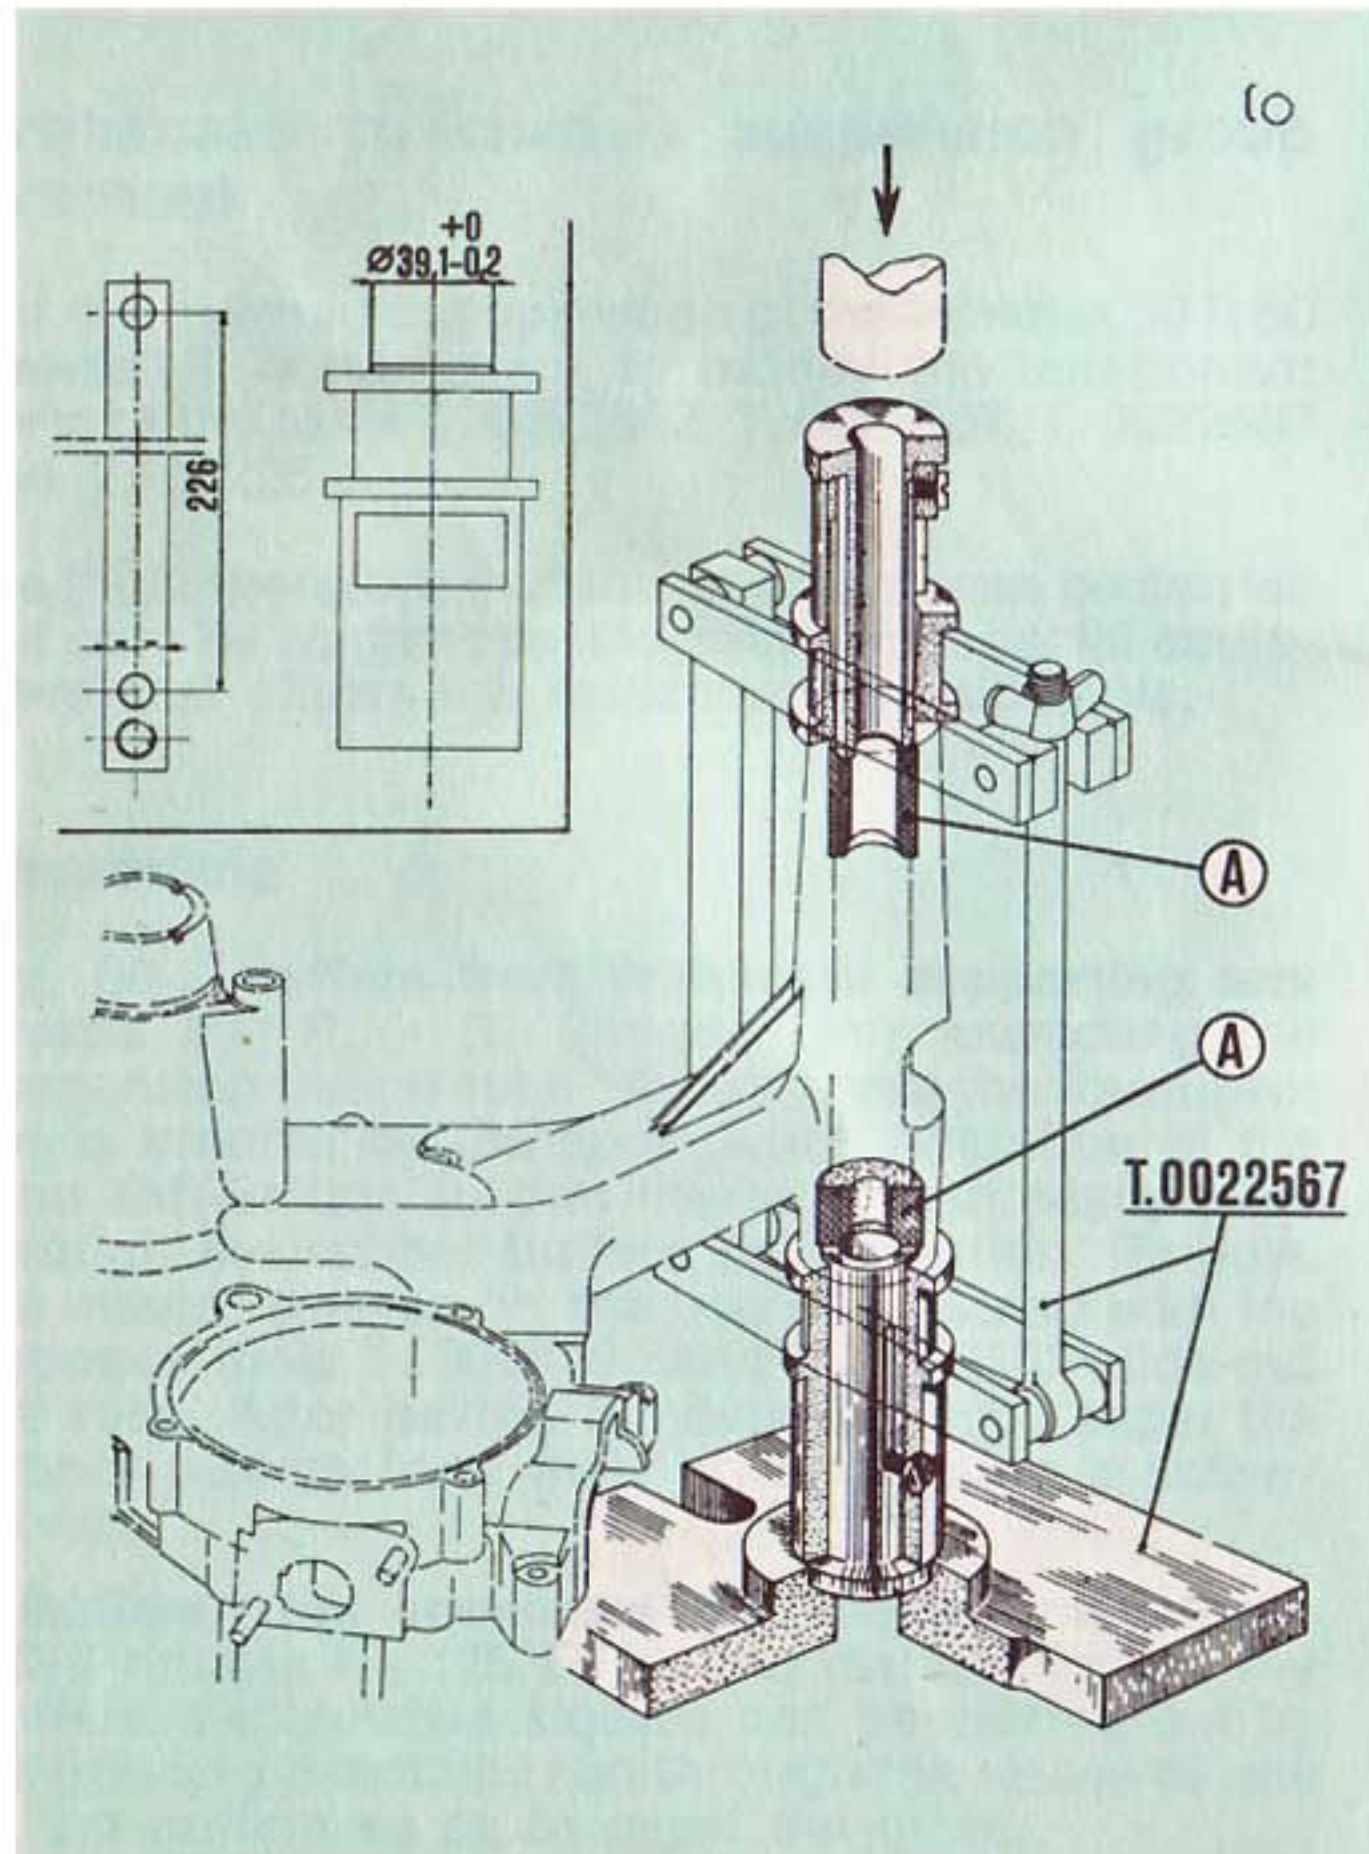

Fig. 59
1st Operations (fig. 59): Place the engine bracket in the tool T. 0022567 and introduce through the openings of the tool the buffers "A" with the counter sunk extremities as indicated in the fig., using a press of minimum capacity 5 T.
1.a Operación (fig. 59): Colocar el travesaño en el útil T. 0022567 e introducir, a través de las aberturas del útil los silent-blocks "A", con las entradas como se indica en la figura; usar una prensa de potencia mínima 5 toneladas.